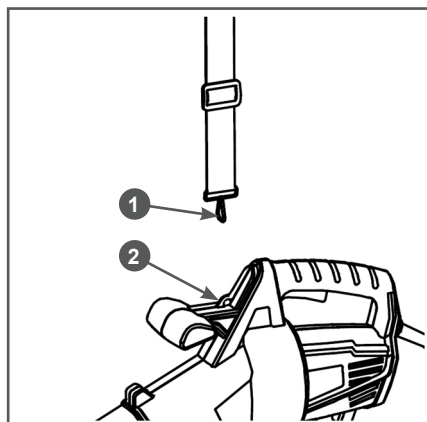

Рис. 7 Крепление подвесного ремня
7. Застегните карабин 1 подвесного ремня за отверстие 2 в корпусе вентилятора (Рис. 7)